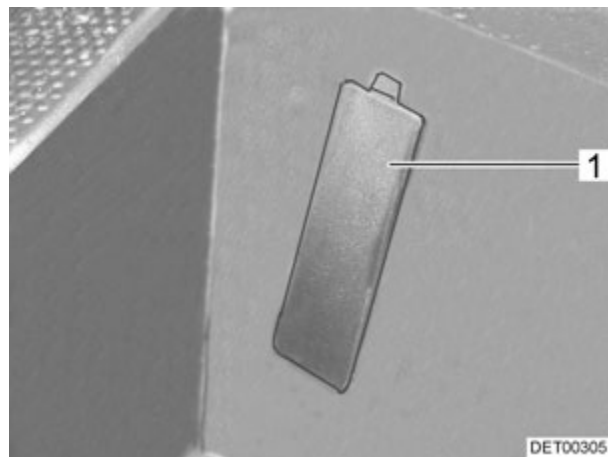

Fig. 206 Tapa número de chasis
- ▷ El número de chasis se encuentra debajo de una tapa (Fig. 206,1) en la entrada del lado del acompañante.